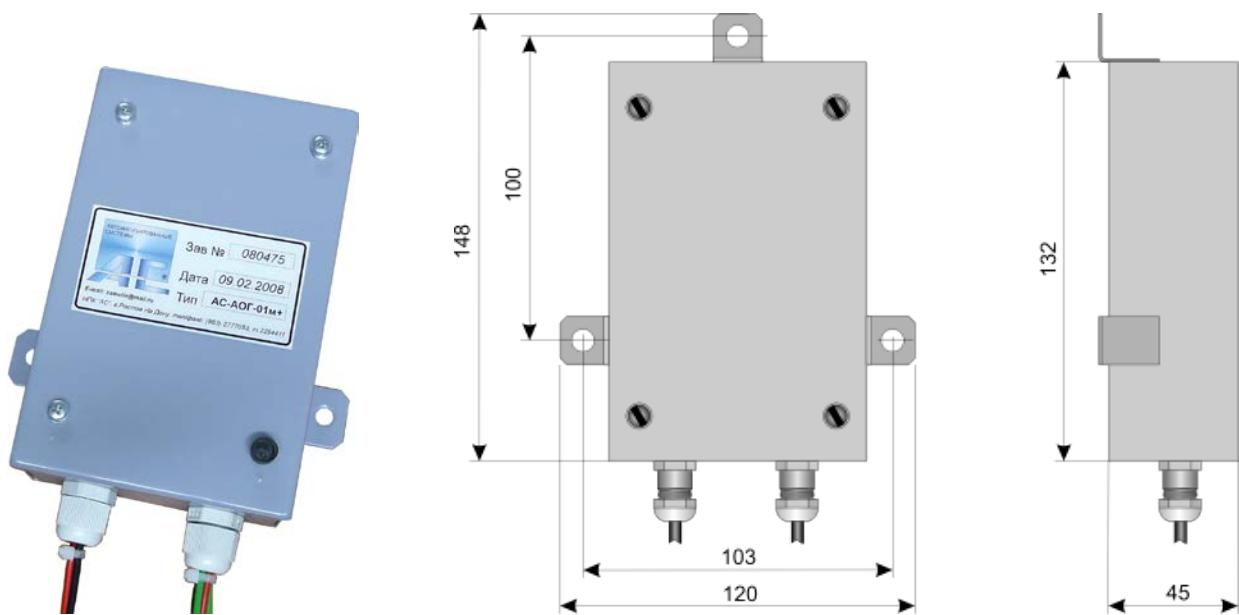

Рис. 10
6.10. Микроконтроллер цифрового канала связи АС-МК-01, Рис.10, размещается в люльке. Микроконтроллер суммирует сигналы 4 датчиков усилия пола люльки, принимает сигналы датчика угла 2 гуська и датчика скорости ветра ДСВ-2 и после соответствующих преобразований передаёт информацию по цифровому каналу связи в блок АОГ для дальнейшей обработки, вывода информации оператору и управления подъёмником.